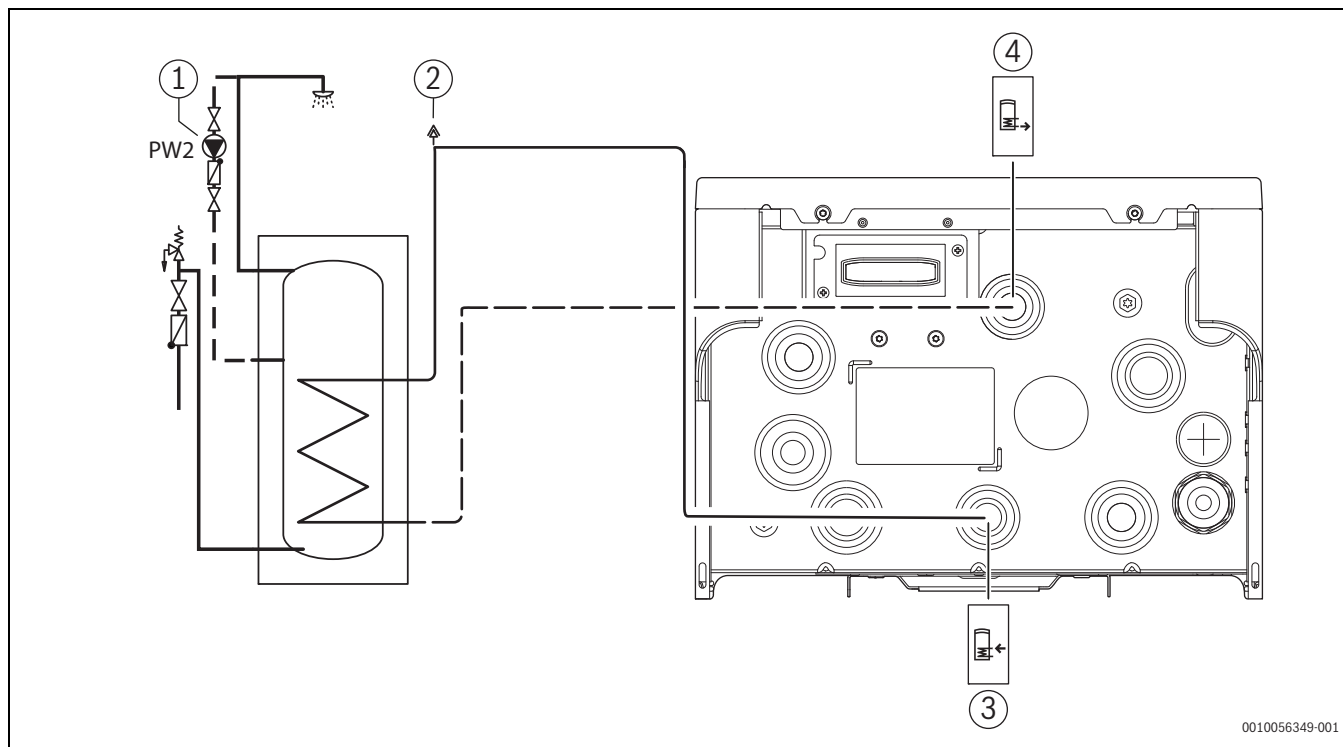

Fig. 16 Raccordements de l'unité intérieure aux ballons d'eau chaude sanitaire
- ▶ Raccorder la conduite de retour depuis le chauffe-eau (→ [4], figure 16).
- ▶ Raccorder la conduite de départ avec le purgeur automatique au chauffe-eau (→ [3], [2], figure 16).